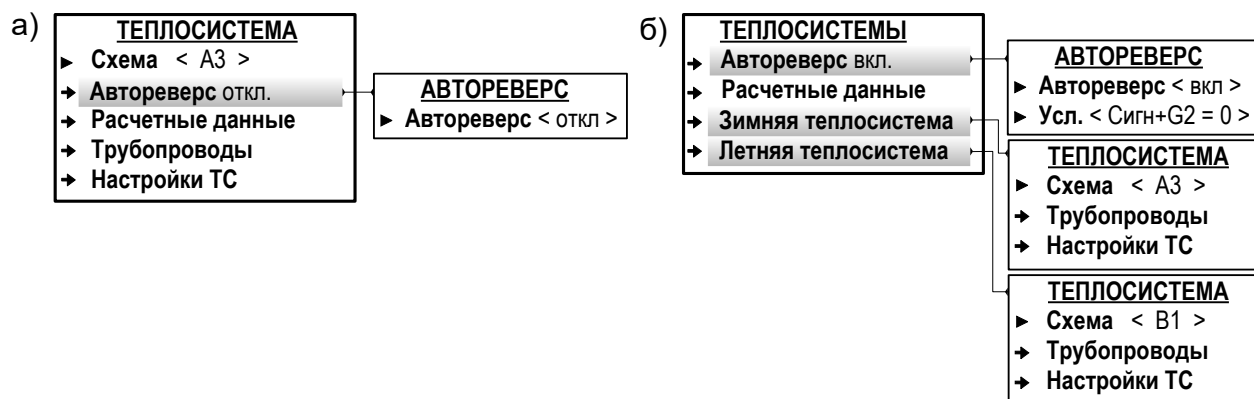

Рис.18. Вид меню при назначении одной (а) и двух (б) схем теплоучета (режим СЕРВИС).
- 7.4.3.2. Чтобы назначить «зимнюю» схему теплоучета фиксированной конфигурации необходимо в режиме СЕРВИС в меню **Теплосистема** (рис.18.а) для параметра **Схема** выбрать из списка и установить обозначение требуемой схемы теплоучета. При этом произойдет инициализация ТВ (на дисплее некоторое время будет отображаться надпись **Идет настройка конфигурации**), в результате которой будет установлена расчетная теплосистема соответствующей конфигурации. Преобразователи расхода, температуры и давления в порядке возрастания их индексов будут автоматически распределены по расчетным трубопроводам расчетной теплосистемы и программно подключены к ним.
- в подменю **Теплосистема / Автореверс** для параметра **Автореверс** установить значение **вкл.** После чего появится индикация подменю **Зимняя теплосистема** и **Летняя теплосистема** (рис.18.б);